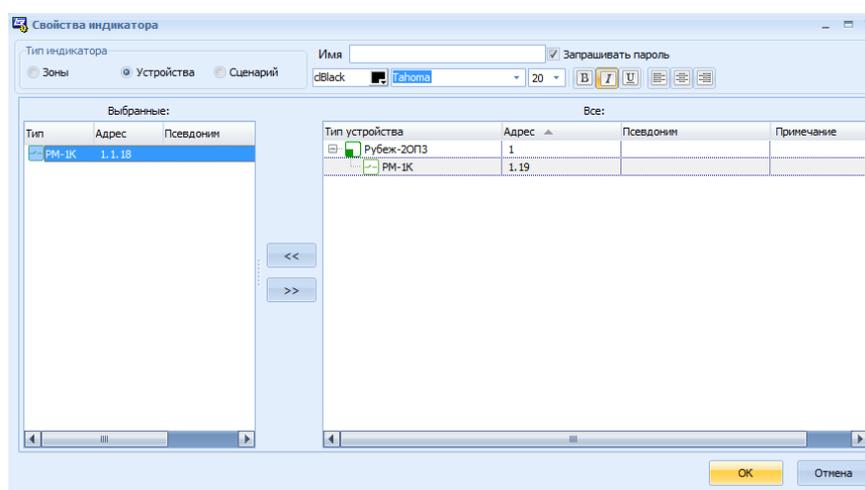

Рис. 9 Окно Свойства индикатора, добавление устройства PM-1K на ячейку индикации
1. С помощью двойного щелчка мыши по ячейке индикации открыть окно **Свойства индикатора** (Рис. 9);